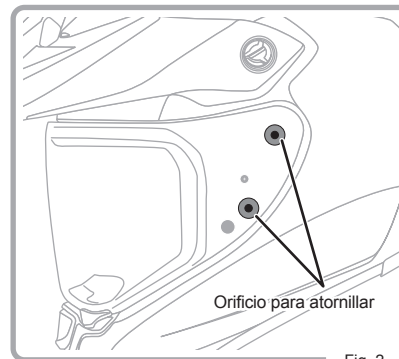

Fig. 2
2. Alinee los orificios del trinquete de la visera con los orificios del casco (Fig. 2).